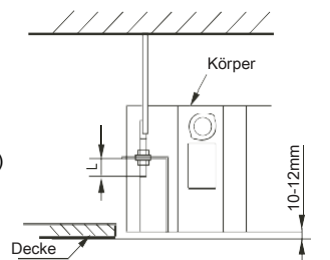

Abb.5-6
- Stellen Sie die Position so ein, dass die Abstände zwischen dem Hauptkörper und den vier Seiten des Daches gleichmäßig bleiben. Der untere Teil des Gerätes sollte sich ca. 10~12 mm innerhalb der Decke befinden (siehe Abb. 5-6).